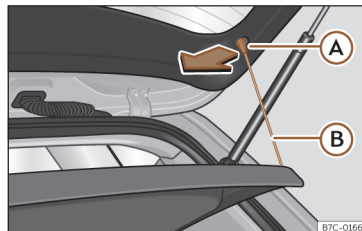

Fig. 157 En el maletero: desmontar y montar la bandeja.
- Desenganche los tirantes de sujeción >>> **fig. 157** (B) de los alojamientos (A).
- Enganche los tirantes de sujeción >>> **fig. 157** (B) en el portón trasero.